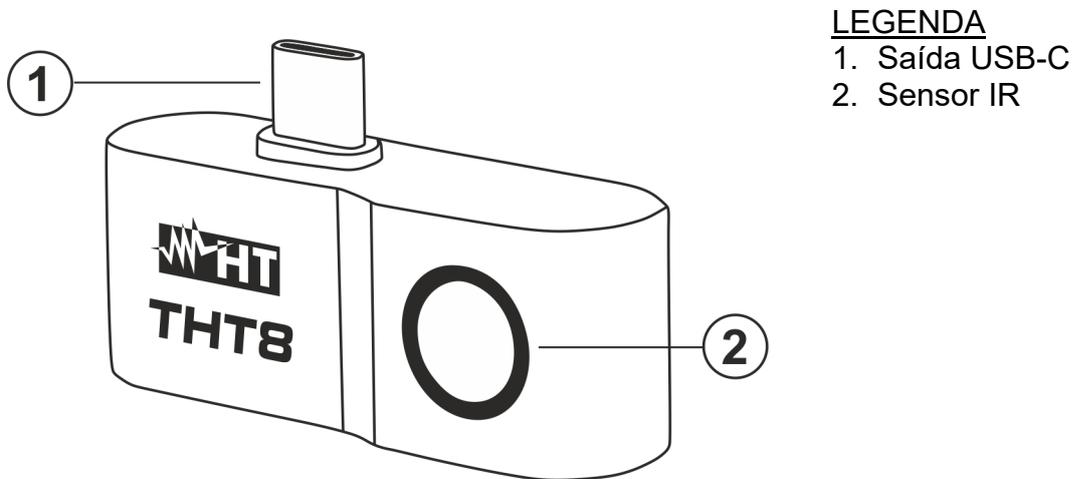

Fig. 1: Descrição do instrumento
O instrumento é alimentado diretamente a partir do dispositivo móvel ao qual está ligado através da saída USB-C (ver Fig. 1 - parte 1).
3. Ligar a câmara THT8 ao dispositivo móvel através da saída USB-C (ver fig. 1 - parte 1). O dispositivo é automaticamente reconhecido pelo dispositivo móvel.